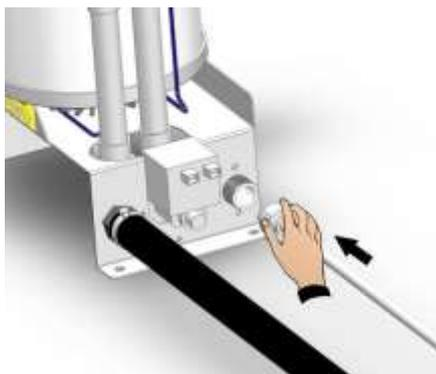

Fig. 21
4. Collegare la linea di carico dell'acqua all'attacco $\frac{3}{4}$ GAS dell'elettrovalvola (fig. 21 e 22).